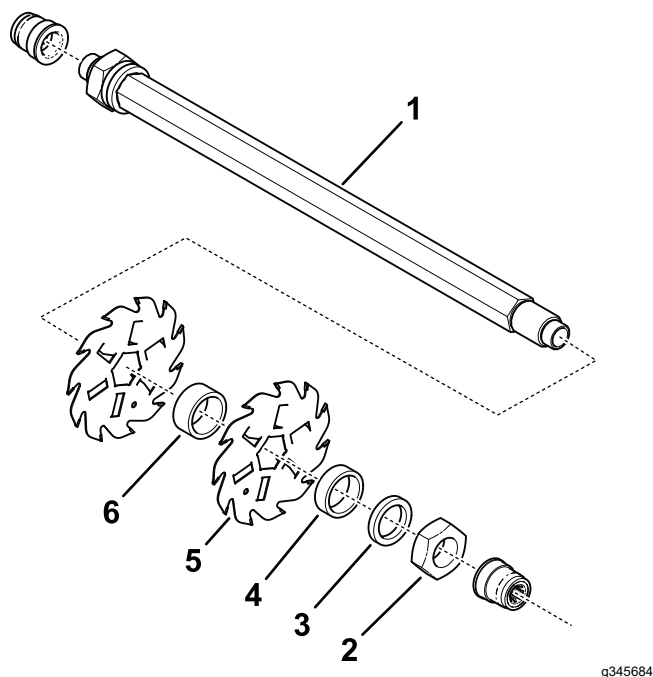
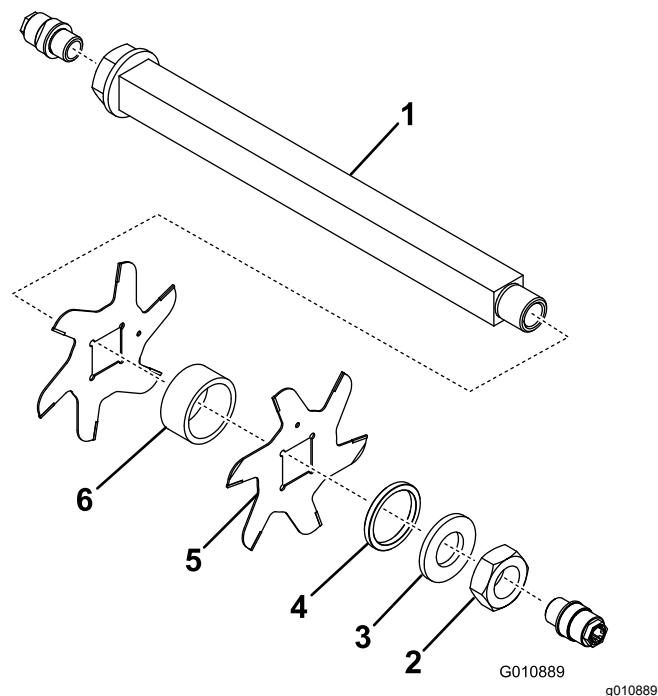

図 14
図 15
3. 小さいスペーサー、ワッシャー (モデル03619のみ)、ブレード、および大きいスペーサーを取り外す。組み立てを容易にするために、六角または四角シャフトを洗浄し、グリースを薄く塗布して潤滑する (図 15または図 14)。